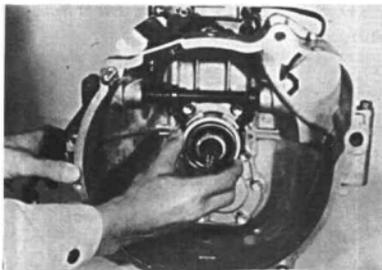

图 10-7
(1) 从输入轴轴承保持架上拆下离合器分离轴承(图 10-7)。